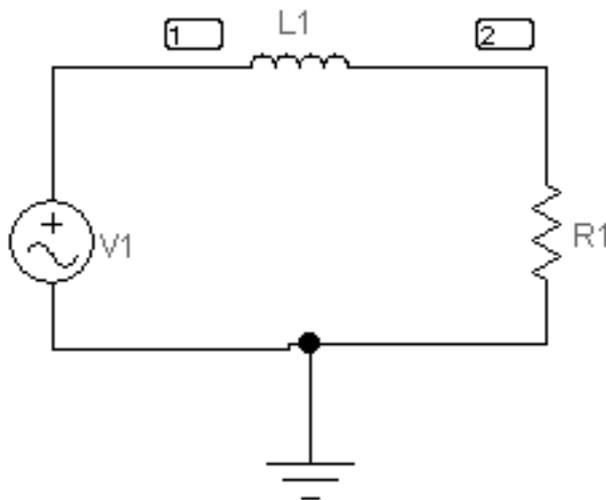

Рис. 35. Схема досліджуваного кола
2.1.6. Експериментальне визначте амплітудно-частотну і фазочастотну характеристики кола. Спосіб дослідження полягає у виконанні обчислень за допомогою програми, вбудованої в EWB. Для використання цієї програми необхідно позначити місця з'єднання елементів кола. Для цього в меню **Circuit** вибрати **Schematic options**, і у вікні, **Show / Hide** включити опції **Show Reference ID**, **Show values** і **Show nodes**. Схема набуде вигляду (рис. 35).